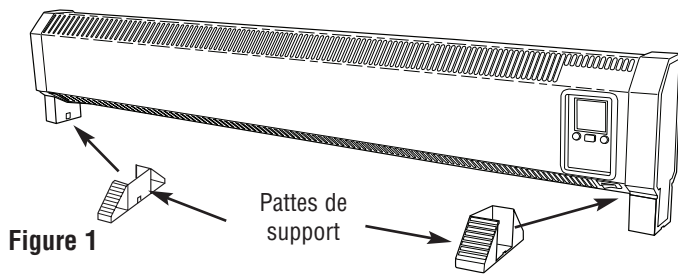

Figure 1
3. Adaptez les pattes de support de gauche et de droite sur le radiateur en les encliquetant en place comme montré en Figure 1.
4. Ne faites pas fonctionner le radiateur sans que ses pieds de support soient fixés comme montré en Figure 1.